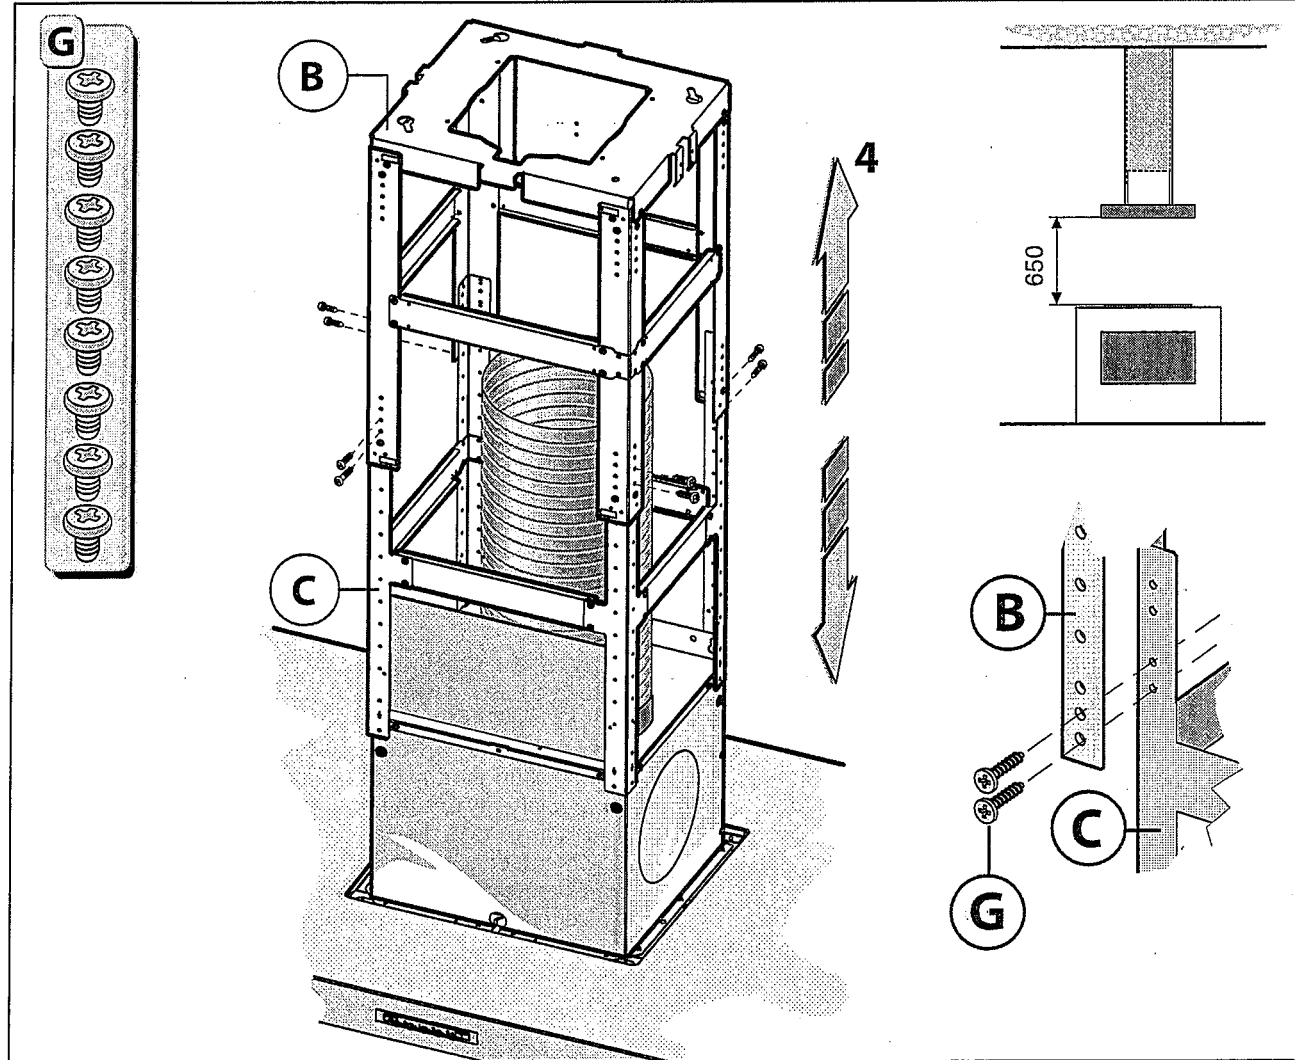

Fig.5
- Régler la hauteur désirée en faisant attention au niveau indiqué sur la figure 5, et la bloquer avec les 8 vis **G** fournies.